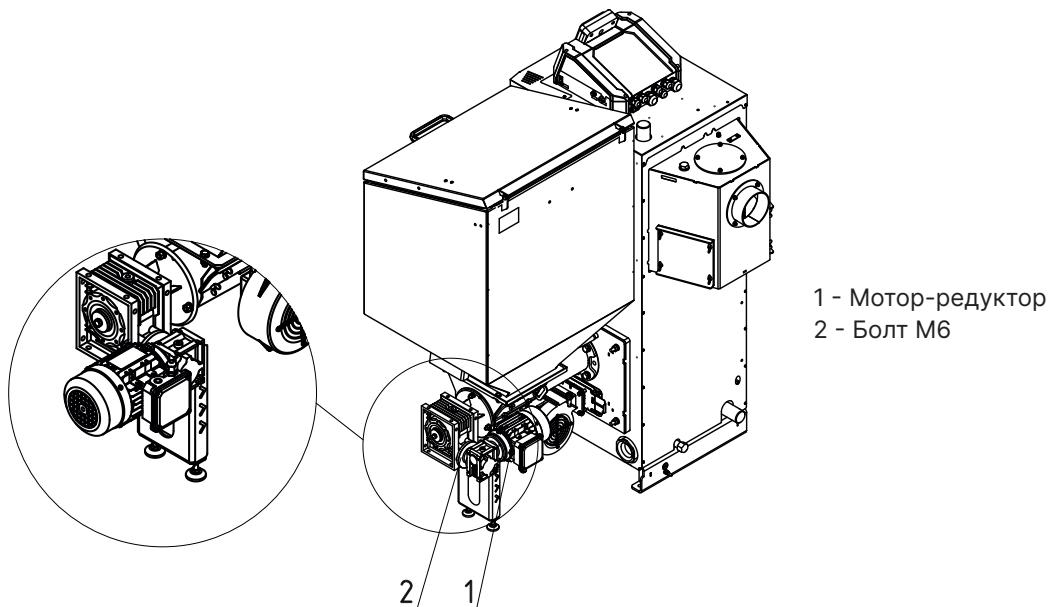

Рис.8 Изменение положения мотор-редуктора
1. Выкрутите 4 болта M6 (**Рис.8, поз.2**);
2. Снимите мотор-редуктор (**Рис.8, поз.1**);
4. Зафиксируйте мотор-редуктор болтами M6 (**Рис.8, поз.2**).